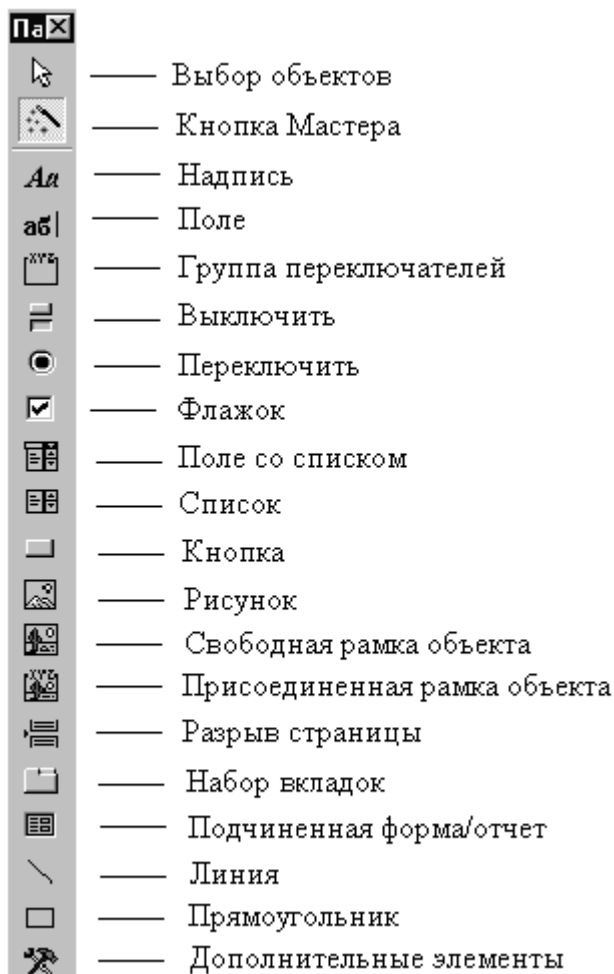
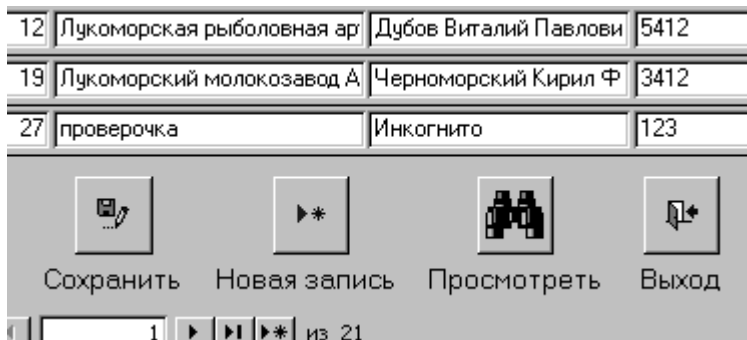

Рис. 15. Панель элементов
Рис. 32. Окончательный вид ленточной формы
Если пользователь работает с созданной Вами формой часто, с некоторого момента, возможно, его начнет раздражать необходимость каждый раз при выходе нажимать на маленький крестик. В таком случае можно предусмотреть кнопку выхода. Кнопку следует взять с «Панели элементов» (рис. 15). Но, прежде, поясним назначение представленных на панели объектов.
- Кнопка «Мастера» активизирует «Мастера по созданию элементов управления». Эту кнопку мы всегда будем держать в состоянии, изображенном на рис. 15.
Примечание формы содержит уже четыре кнопки. На случай, если пользователь забудет их назначение, мы можем в режиме конструктора добавить к ним надписи. Для этого возьмем соответствующий объект с «Панели элементов» (рис. 15). На рис. 32 представлен окончательный вид ленточной формы. Поставщик с кодом 27 только что введен нами для проверки работы приложения.